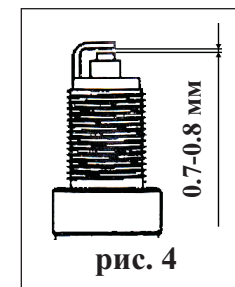

рис. 4
6.3.3 Рекомендуются проверить величину межэлектродного зазора, которая должна быть около 0.7...0.8 мм (рис.4). При существенном отличии измеренной величины зазора указанным требованиям заменить свечу.